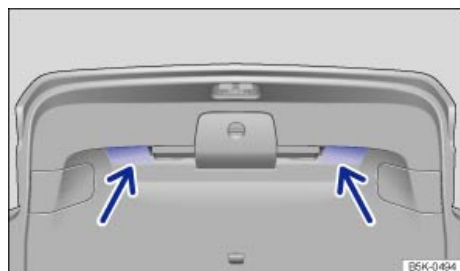

Fig. 73 Portón trasero abierto: cavidades para tirar.
- Agarre el portón trasero por una de las cavidades de su guarnecido interior ⇒ fig. 73 (flechas).